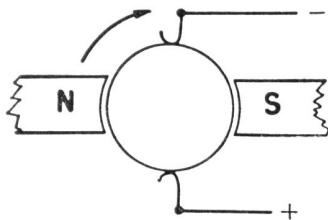
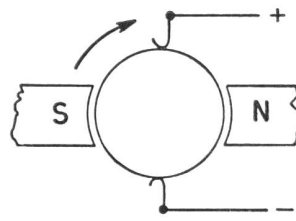

Fig. 135
Fig. 136
- Man kann den Drehsinn eines Gleichstrommotors ändern, indem man den Ankerstrom umkehrt (Fig. 135) oder durch Umkehren der Polarität des Erregers (Fig. 136).